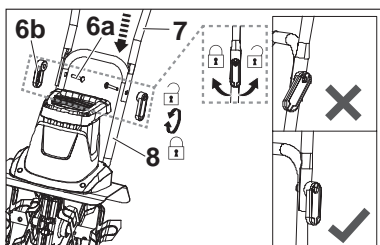

Fig. 1
2. Alignez les trous de la barre de poignée centrale [7] avec les trous de la barre inférieure de la poignée [8] et fixez le raccordement à l'aide des boulons [6a] et des leviers [6b] (Fig.1).